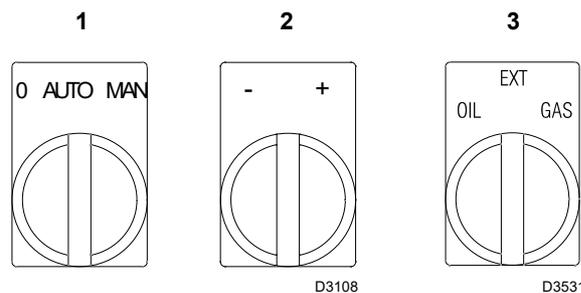

Fig. 34
Cerrar los telemandos y poner el interruptor 1)(Fig. 34) en la posición "MAN".
- 1 con el selector 3)(Fig. 34);
Posicionando el selector 3)(Fig. 34) en la posición EXT se activa la función de selección de combustible a distancia.
Girar el selector 2)(Fig. 34) “disminución de potencia” y mantenerlo girado hacia el “-” hasta que el servomotor haya cerrado el registro de aire y la válvula de mariposa del gas a 35° (regulación de fábrica).
- Encender el quemador con el selector en el panel de control en posición manual 1)(Fig. 34). Ahora, después de haber realizado la fase de preventilación, el servomotor se detendrá a 20° aproximadamente.
- Ahora desplazar el selector 3)(Fig. 34) a **GAS** y comprobar el funcionamiento correcto a gas a la potencia deseada. Si esto no ocurriera, regular la leva del gas como se indica en el punto **C (Leva gas)** anterior.